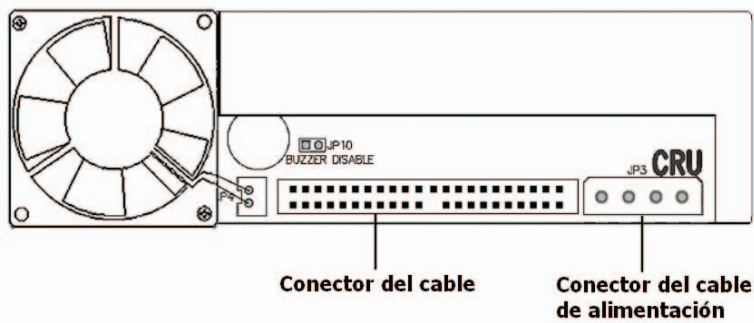

Figura 4 - Vista posterior de DataPort
- Conecte el cable de alimentación CC al marco, tome un cable de alimentación CC de 4 pines de la fuente de alimentación del equipo que se encuentre disponible y enchúfelo en el receptáculo del marco (ver Figura 4).